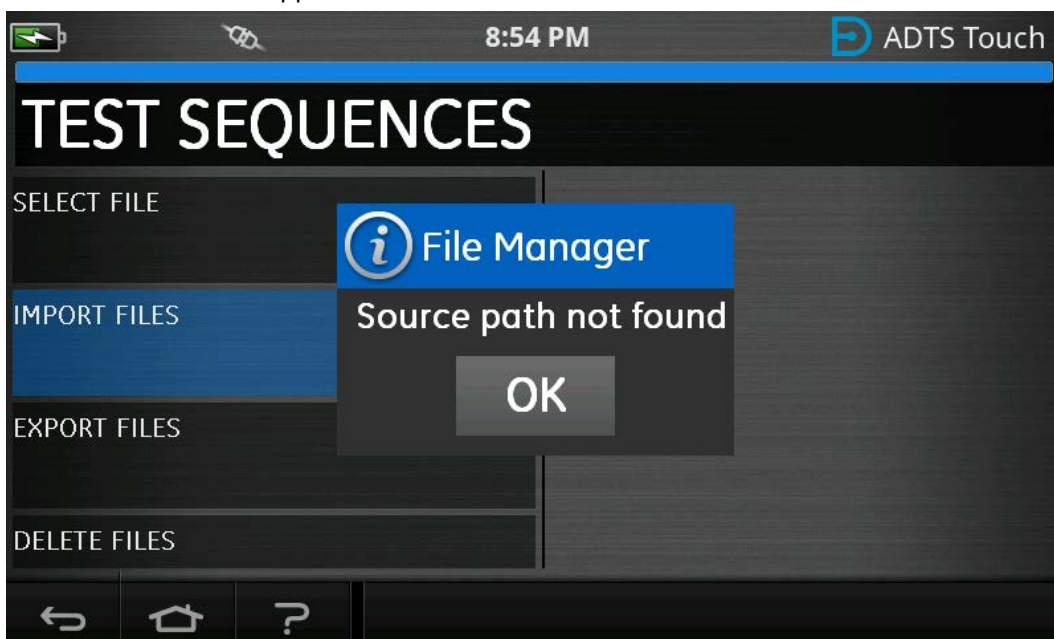

Рисунок 3-41: Сообщение об ошибке импорта файла
7. Сообщение об ошибке Рисунок 3-41 в отображается, если на USB-устройстве нет файлов тестовой последовательности.